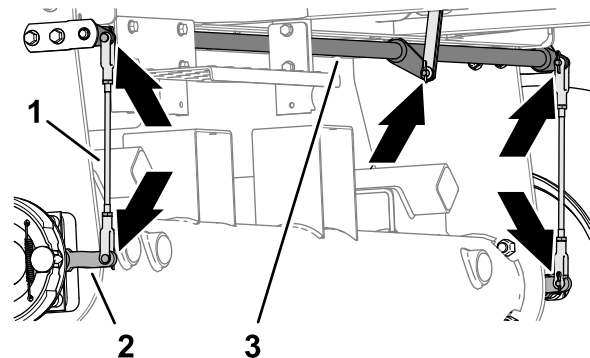

Bild 84
1. Überprüfen Sie die linke und rechte Bremsstangenbaugruppe (**Bild 84**) auf Schäden und Verschleiß.
2. Kontrollieren Sie die Drehwelle der Bremse (**Bild 84**) auf Schäden und Verschleiß.